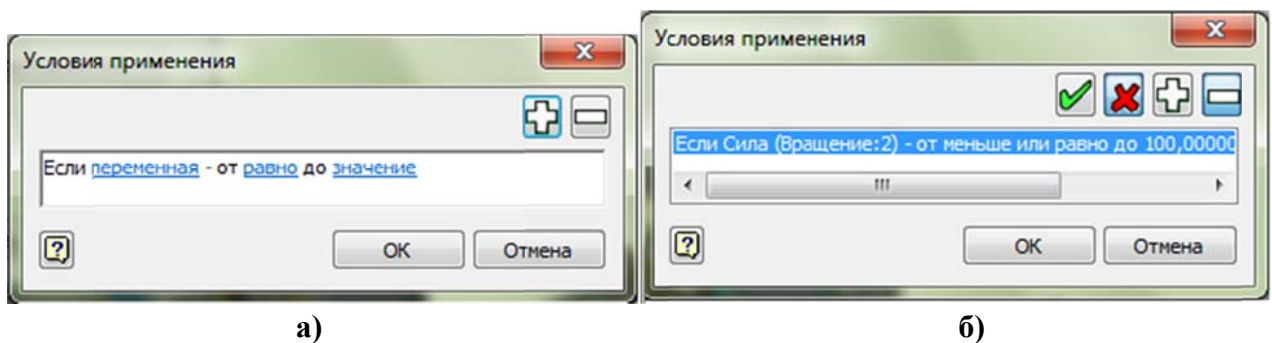

Рис. 6.9. Діалогове вікно команди "Условие": а) стартовий стан; б) стан після визначення умови
- "Условие" – параметри кривої застосовуються з урахуванням певних умов. Якщо вибраний параметр "Условие", буде включена команда  "Условия применения" і відкриється відповідне діалогове вікно (рис. 6.9, а). Можна ввести одну або декілька умов, пов'язаних логічними операторами "І", "АБО". Клацання на посиланні "переменная" приводить до відкриття діалогового вікна "Выбор переменной", яке має вигляд аналогічний вікну
- прапорець "Условия освобождения" (рис. 6.11, а) - завдання вільного стану (без визначення) для додаткового сегменту кривої за певних умов і відкриття діалогового вікна "Условия освобождения" (див. рис. 6.9). Цей параметр доступний тільки при використанні діалогового вікна ПГВ для визначення значень вимушеного руху. При визначені значень будь-яких елементів, окрім вимушеного руху на місці прапорця "Условия освобождения" присутній прапорець "Условия применения";